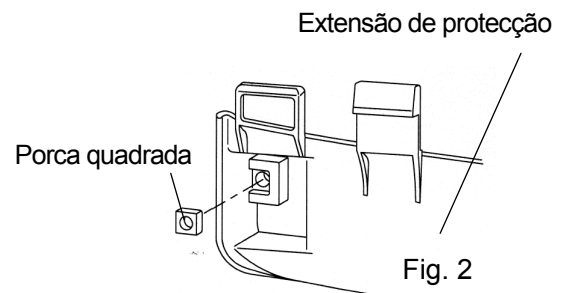
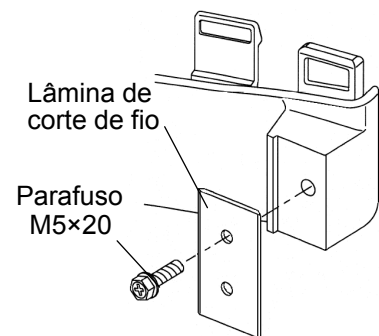

Fig. 2
Fig.3
1. Insira a porca de cabeça quadrada na extensão de protecção como indicado na Fig. 2.
2. Fixe a lâmina de corte de fio à extensão da protecção utilizando os parafusos M5×20, fixando com a porca de cabeça quadrada (na Fig.2) como mostrado na Fig. 3.